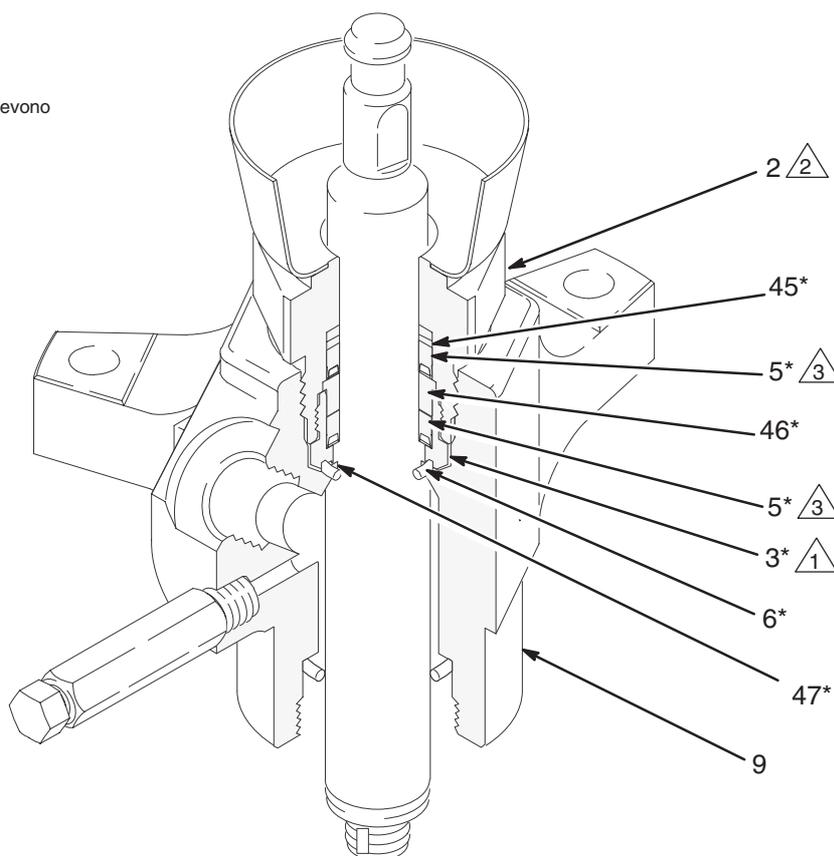

Fig. 3
3. Montare le rondelle dell'alloggiamento del dado premiguarnizioni (2) in una morsa. Svitare il corpo delle guarnizioni (3) e gettare questo e le guarnizioni. Rimuovere la rondella (46), la guarnizione (5) e la rondella di riserva (45) dal dado premiguarnizioni.
4. Il kit per la riparazione della gola è preassemblato. Avvitare il kit nel dado premiguarnizioni (2), assicurandosi che la rondella di riserva (45*), la guarnizione (5*) e la rondella (46*) siano correttamente posizionati sulla parte superiore del corpo delle guarnizioni (3*), con i bordi delle guarnizioni rivolte verso il basso. Serrare il gruppo delle guarnizioni (3*) fino a 97–106 N.m. Vedere Fig. 3.
6. Avvitare il dado premiguarnizioni (2) nel corpo dell'uscita (9). Serrare fino a 190–217 N.m.
- △2 Guarnizioni per gola (vedere Fig. 3).